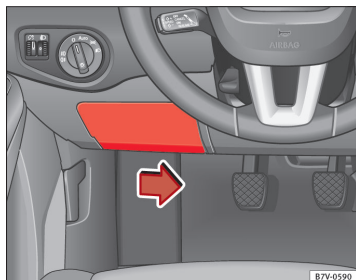

Fig. 201 Instrumentpanelet i førersiden: afdækning på sikringsboks
- For at frigøre afdækningen skal du trykke undersiden af betjeningsarmen mod højre ⇒ Fig. 201.